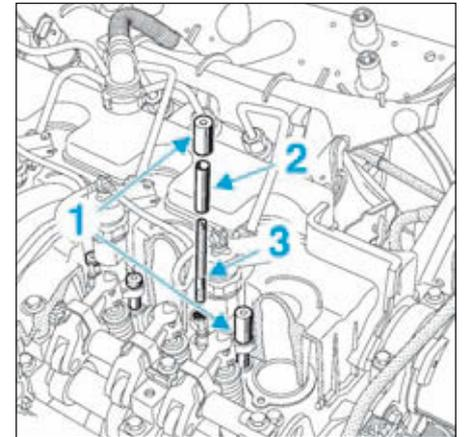

FIG. 158
- les écrous de l'injecteur (1) (Fig.158),
- Remplacer les fixations d'origines par des écrous, des goujons et des entretoises de l'injecteur (Fig.158). Remplacer également tout injecteur ouvert.